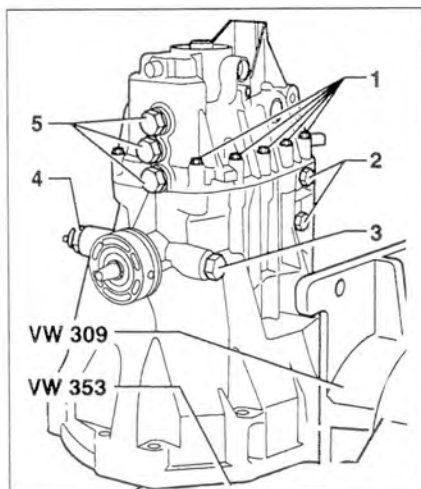

Рис. 5.32. Открутите болты 1 крепления вилок переключения передач. Снимите выключатель 2 фонарей заднего хода и открутите пробку 3.
11. Открутите болты 1 крепления вилок переключения передач (рис. 5.32). Снимите выключатель 2 фонарей заднего хода. Затем снимите втулку, извлеките палец с пружиной и шаровую втулку из отверстия. Открутите пробку 3 и извлеките пружину с шаровой втулкой из отверстия.